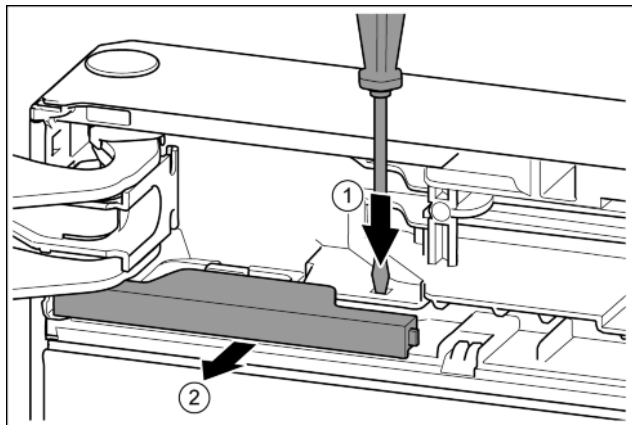

Fig. 12
- Nakładkę wcisnąć przy pomocy śrubokręta. *Fig. 12 (1)*
- Wyciągnąć osłonę z blokady. *Fig. 12 (2)*